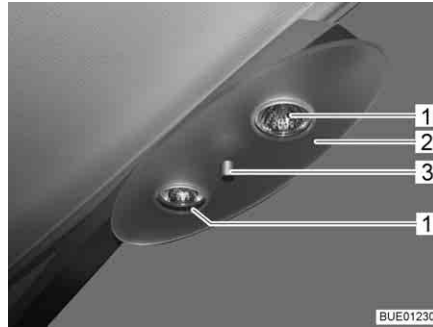

Fig. 239 Lampada alogena da soffitto
- Svitare il dado di arresto (Fig. 239,3) e rimuovere il piano di appoggio (Fig. 239,2).
- Rimuovere la lampada alogena ad incandescenza (Fig. 239,1).